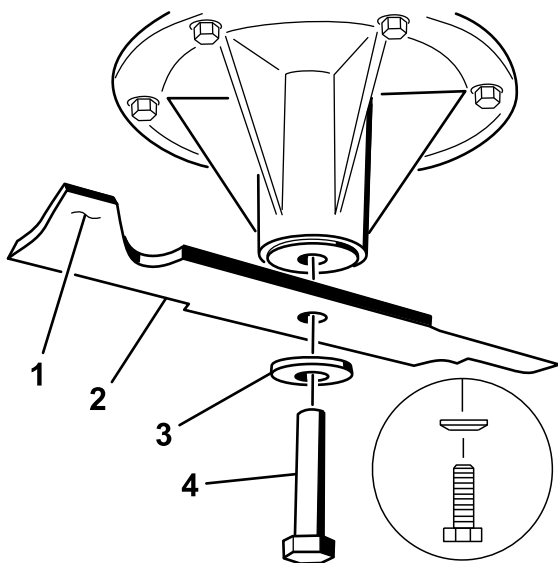

Figure 101
1. Placez la lame sur l'axe (Figure 101).
2. Mettez en place la rondelle élastique et le boulon de la lame (Figure 101).
**Remarque:** Le cône de la rondelle élastique doit être dirigé vers la tête du boulon (Figure 101).